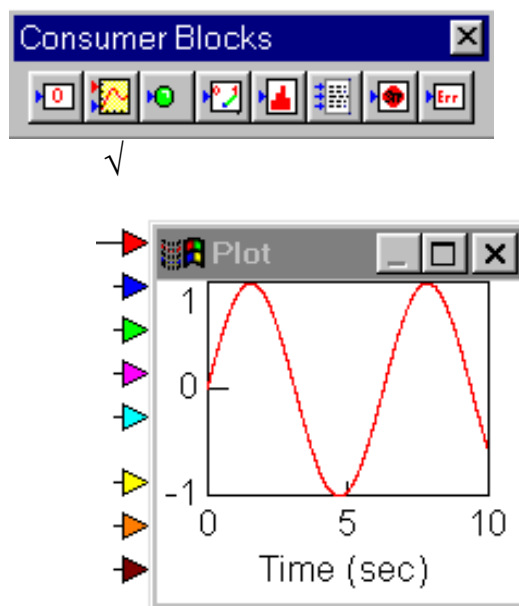

Рис. 3.10. Блок **Plot** (**график**),
**Индикатор выходного сигнала.** Для индикации выходного сигнала удобнее всего использовать блок **Plot** (**график**), расположенный на панели инструментов в группе **Consumer Blocks** (**индикаторы сигналов**), рис. 3.10.